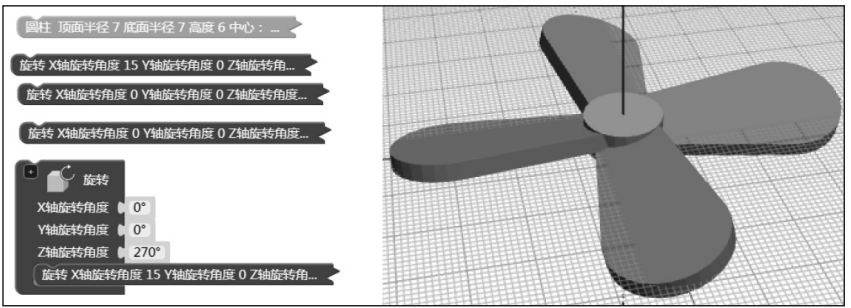

图7
(3) 当叶片数量为4的时候, 需要另外复制3片叶片, 并且将第一片叶片围绕Z轴旋转 $360 \div 4 \times 1 = 90$ 度, 将第二片叶片围绕Z轴旋转 $360 \div 4 \times 2 = 180$ 度, 将第三片叶片围绕Z轴旋转 $360 \div 4 \times 3 = 270$ 度 (如图7)。